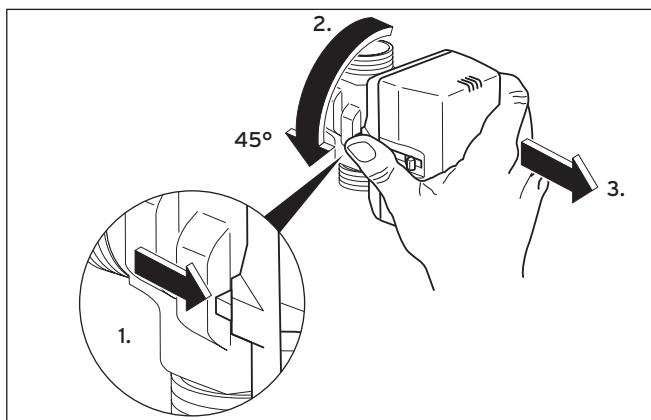

Рис. 6.2 Снятие корпуса двигателя 3-ходового переключающего клапана
- Удалите кабель электропитания на корпусе двигателя переключающего клапана (5).
- Снимите корпус двигателя (см. рис. 6.2):